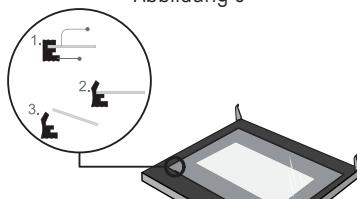

Abbildung 6
6. Entfernen Sie nach dem Entfernen des inneren Glases das mittlere Glas, wie in Abbildung 6 gezeigt.